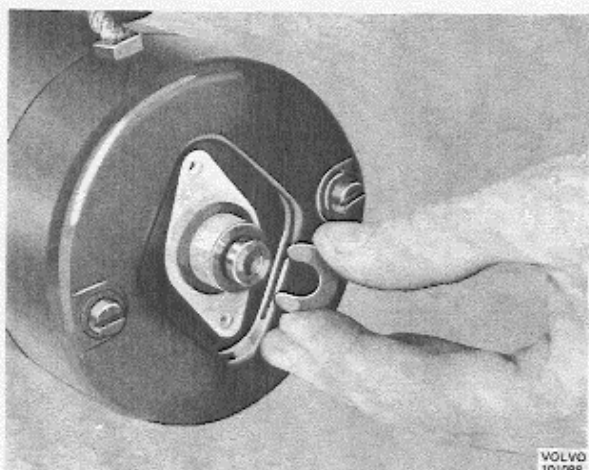

Abb. 3-6 Ausbau des Nutenläufers
2. Nutenläufer abziehen und die Ausgleichscheiben entfernen, siehe Abb. 3-6 u. 3-7.